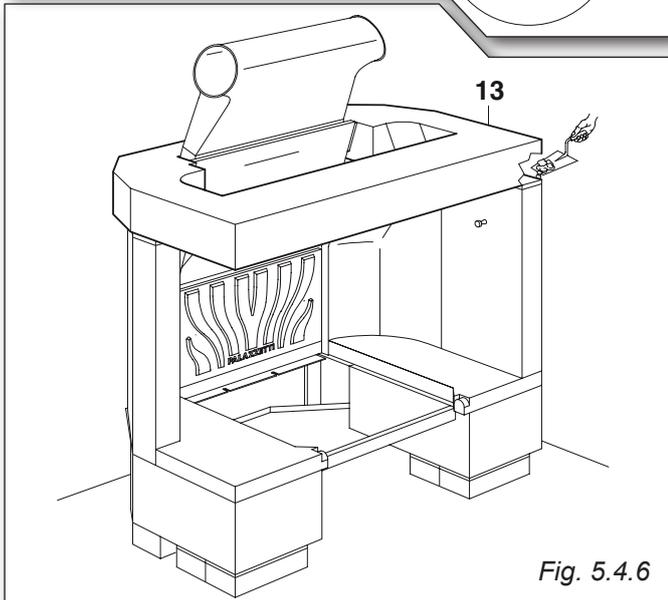

Fig. 5.4.6
5.4.5 Posizionamento dell'anello (fig. 5.4.6)